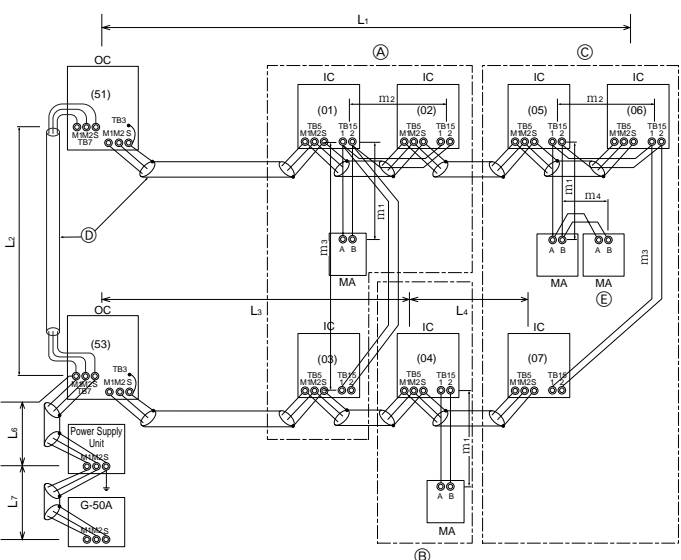

Fig. 6-3
■ Commande à distance MA (Fig. 6-3)